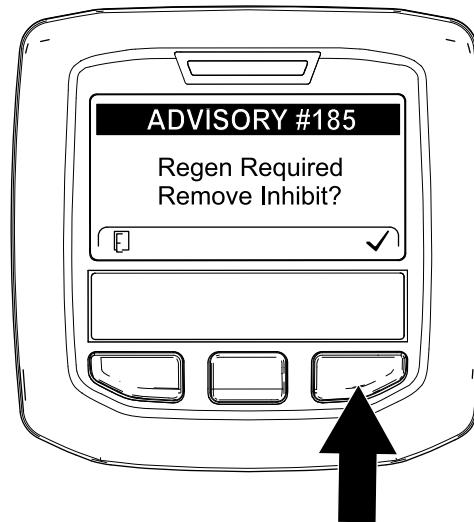

Figura 40
**Nota:** Se INIBIR A REGENERAÇÃO estiver definido para LIGAR, o InfoCenter apresenta o AVISO N.º 185 (Figura 40). Prima o botão 3 para definir Inibir a regeneração para DESLIGAR e prosseguir com a regeneração de reposição.